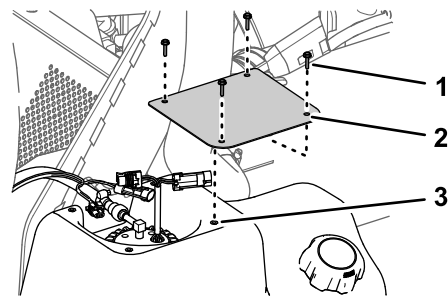

Figure 89
1. Fixez le couvercle sur le réservoir (Figure 89) au moyen des 4 vis (n° 10 x 3/4 po) retirées à l'opération 2 de Dépose du couvercle de la pompe à carburant (page 66).